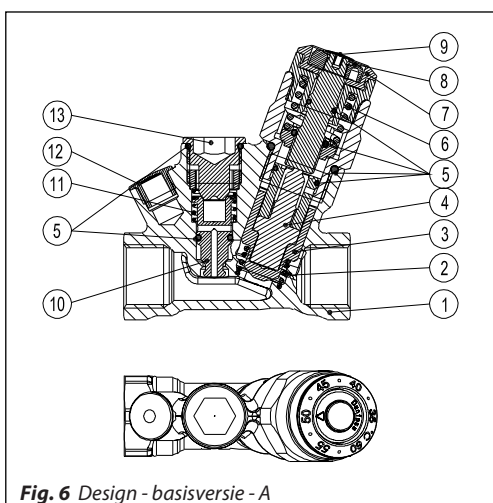
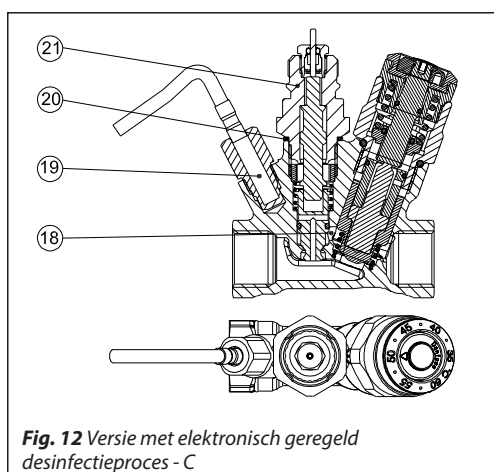

Fig. 6 Design - basisversie - A
Fig. 12 Versie met elektronisch geregeld desinfectieproces - C
De MTCV - is een thermostatisch, zelf-werkende, proportionele regelafsluiter. Een thermo-element (fig. 6 elem. 4) wordt geplaatst in de klepkegel (fig. 6 elem. 3) om te reageren op temperatuurwijzigingen.
Een veiligheidsveer (fig. 6 elem. 6) beschermt het thermo-element tegen beschadiging door het water wanneer de watertemperatuur het setpoint overschrijdt.
Na het verwijderen van de plug van de desinfectieplug (fig. 6 elem. 13)-(dit kan worden gedaan tijdens werkcondities, onder druk) kan de thermostatische desinfectiemodule worden gemonteerd (fig. 9 elem. 17).
1-13 Zoals omschreven in fig. 6.
Een temperatuursensor PT 1000 moet worden gemonteerd in de thermometerkop (fig. 12 elem. 19). Thermo-aandrijving en sensor kunnen aangesloten worden op een GBS.
Na het verwijderen van de desinfectieplug (fig. 6 elem. 13) kunnen de adapter (fig. 12 elem. 21) en de thermo-aandrijving TWA worden gemonteerd.
- 1-13 Zoals omschreven in fig. 6.